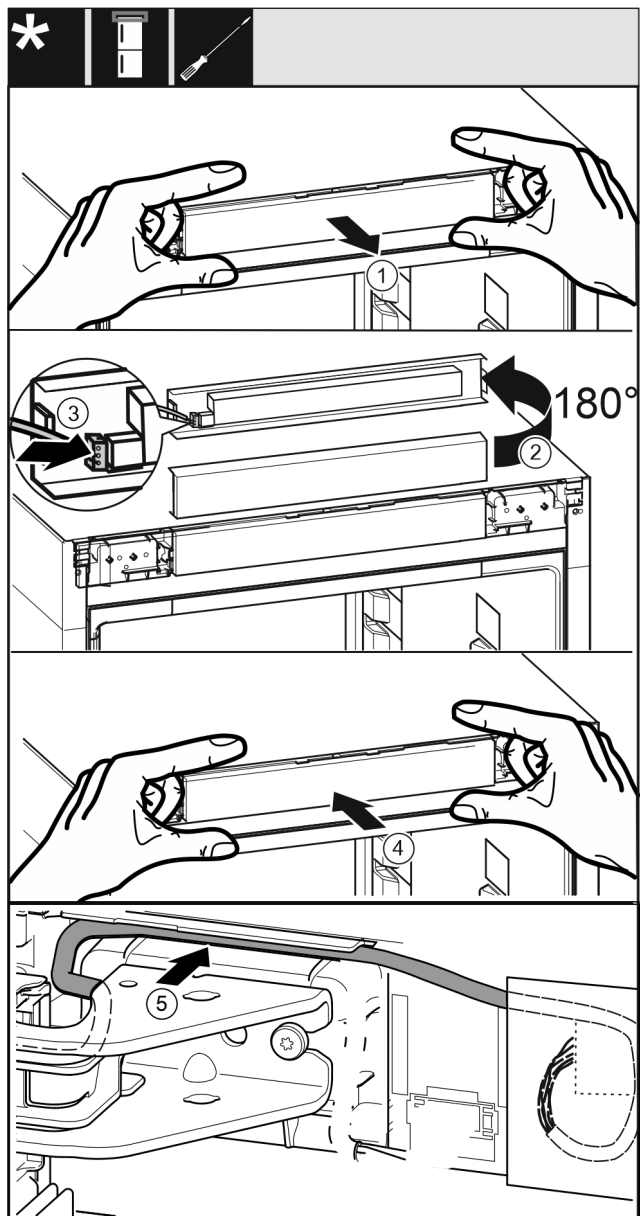

Fig. 38
- Izņemiet uzmanīgi vadības aizsegu Fig. 38 (1).
- Pagrieziet vadības aizsegu Fig. 38 (2) par 180° uz augšu.
- Nofiksējiet spraudni Fig. 38 (3) pie vadības pārsega.
- Nofiksējiet atkārtoti vadības aizsegu Fig. 38 (4) pie ierīces.
- Ievietojiet uzmanīgi kabeli Fig. 38 (5) vadotnē virs augšējā gultņa balsta.